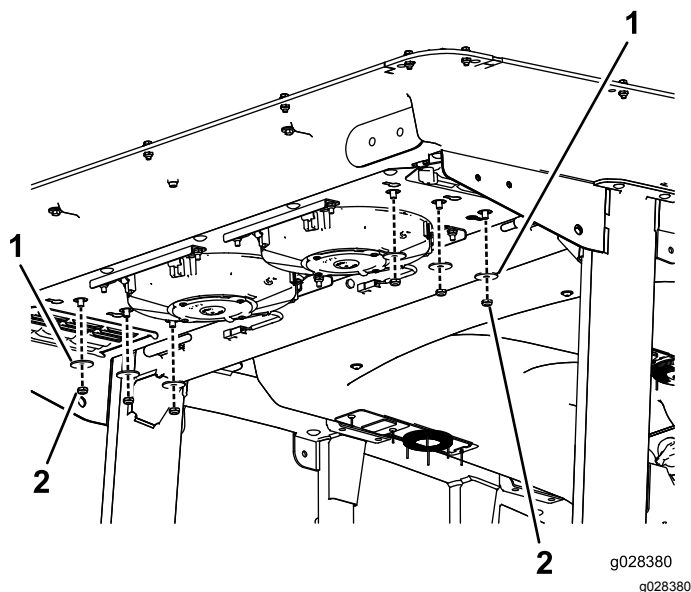

Figure 136
2. Retirez les 6 écrous et rondelles au bas de l'arrière de la cabine (Figure 136).